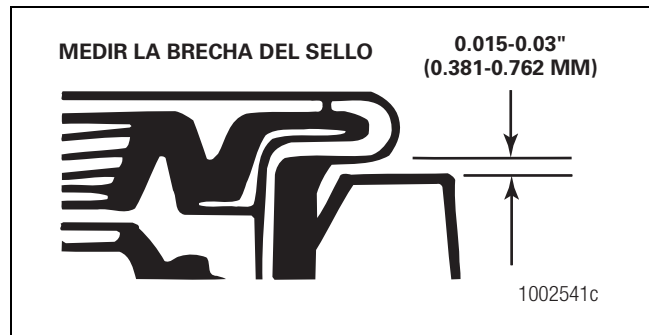

Figura 5.111
- **Si la brecha varía más de 0.010 de pulgada (0.254 mm) entre la medición más alta y la medición más baja:** Retire y asiente nuevamente el sello. Figura 5.111.